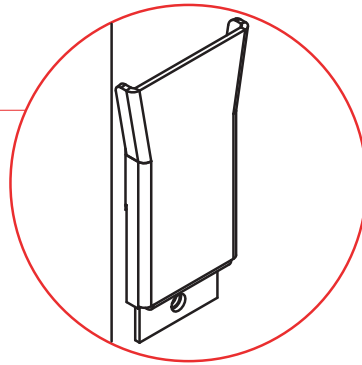

Fig. 2
- Glisser les deux onglets de la barre dans les réceptacles (Fig. 2).